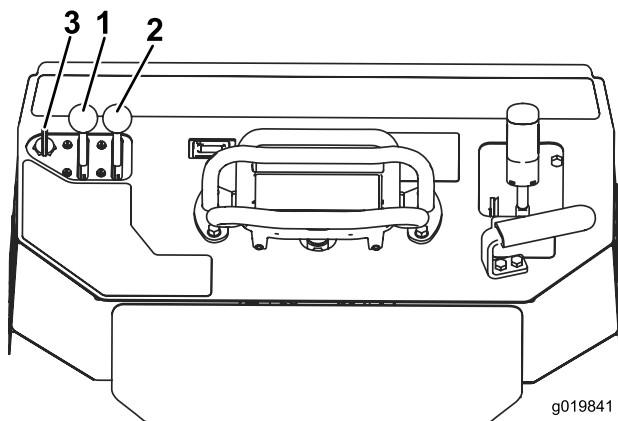

Figura 19
1. Portate la leva dell'acceleratore al centro tra le posizioni minima e massima (Figura 19).
2. Spostate lo starter in posizione On (Figura 19).
3. Girate la chiave in posizione On (Figura 19). Rilasciate la chiave quando il motore si avvia.
4. Spostate gradualmente lo starter in posizione Off (Figura 19). Se il motore si ferma o esita, riavviate lo starter finché il motore non si sarà scaldato.
5. Spostate la leva dell'acceleratore nella posizione desiderata (Figura 19).
2. Spostate la leva dell'acceleratore in posizione Slow (Figura 19).
3. Girate la chiave in posizione off (Figura 19).